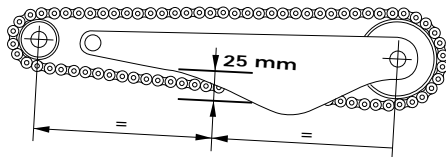

fig. 34
**Controllo tensione catena trasmissione (fig. 34)**